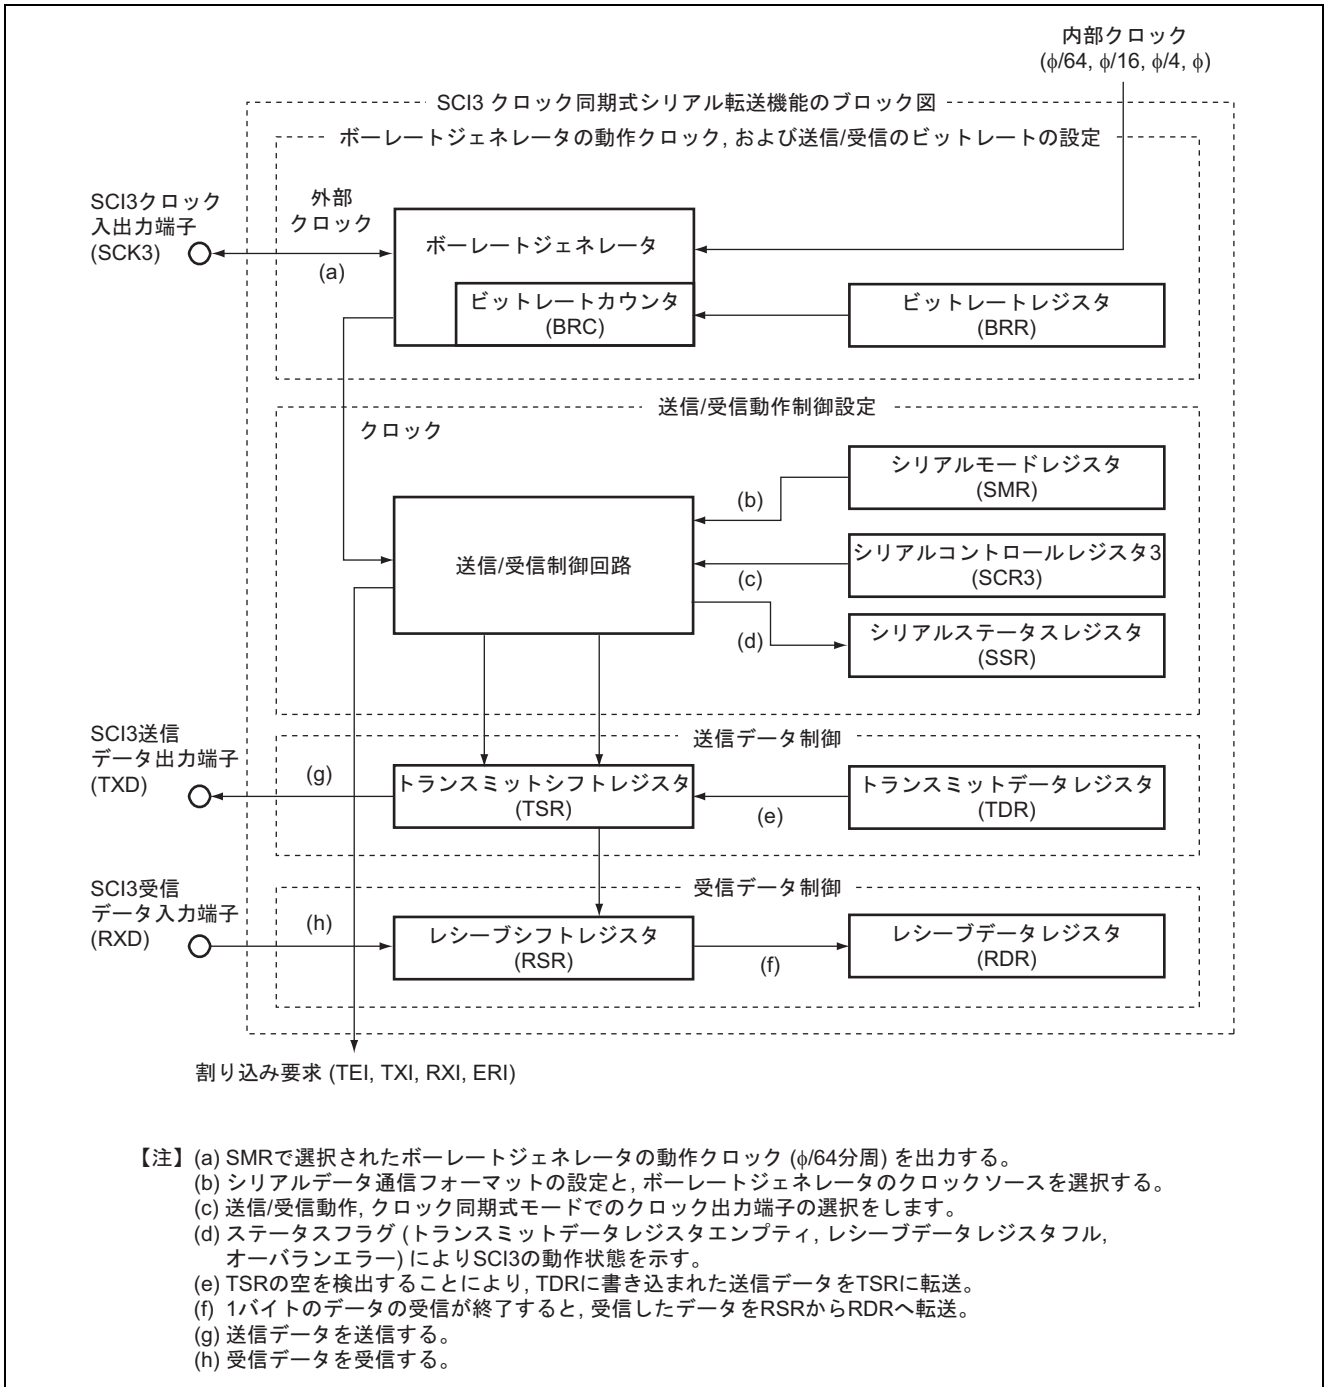

図2 クロック同期式シリアルデータ同時送受信のブロック図
1. 本タスク例では、シリアルコミュニケーションインタフェース (SCI : Serial Communication Interface) を使用して、クロック同期式のシリアルデータの送受信同時動作を行いません。図 2 にクロック同期式シリアルデータ送受信同時動作のブロック図を示します。以下にクロック同期式シリアルデータ同時送受信のブロック図について説明します。